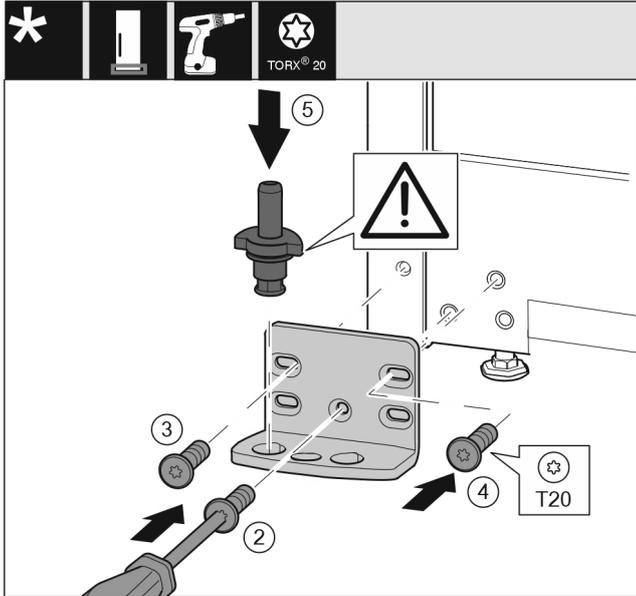

Fig. 19
- ▶ Установите опорный кронштейн с другой стороны и прикрутите с помощью отвертки T20. Начиная с винта 2 снизу в центре. *Fig. 19 (2)*
- ▶ Затяните винты 3 и 4. *Fig. 19 (3,4)*
- ▶ Установите опорный палец в сборе. При этом следите за тем, чтобы выступ фиксатора был направлен назад. *Fig. 19 (5)*